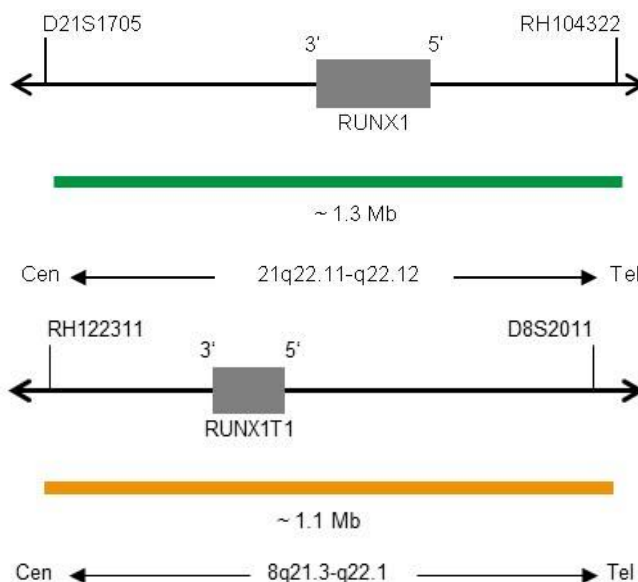

Abb. 1: Oben: SPEC RUNX1 Sondenlokalisation; Unten: SPEC RUNX1T1 Sondenlokalisation (nicht maßstabsgetreu)
- ZyGreen (Anregung 503 nm/Emission 528 nm) markierten Polynukleotiden ($\sim 12,0$ ng/ μ l), die gegen Sequenzen in 21q22.11-q22.12* (chr21:35,530,283-36,855,548) gerichtet sind, welche die RUNX1-Genregion enthalten (siehe Abb. 1).
- ZyOrange (Anregung 547 nm/Emission 572 nm) markierten Polynukleotiden (~ 6 ng/ μ l), die gegen Sequenzen in 8q21.3-q22.1* (chr8:92,632,490-93,746,043) gerichtet sind welche die RUNX1T1-Genregion enthalten (siehe Abb. 1).